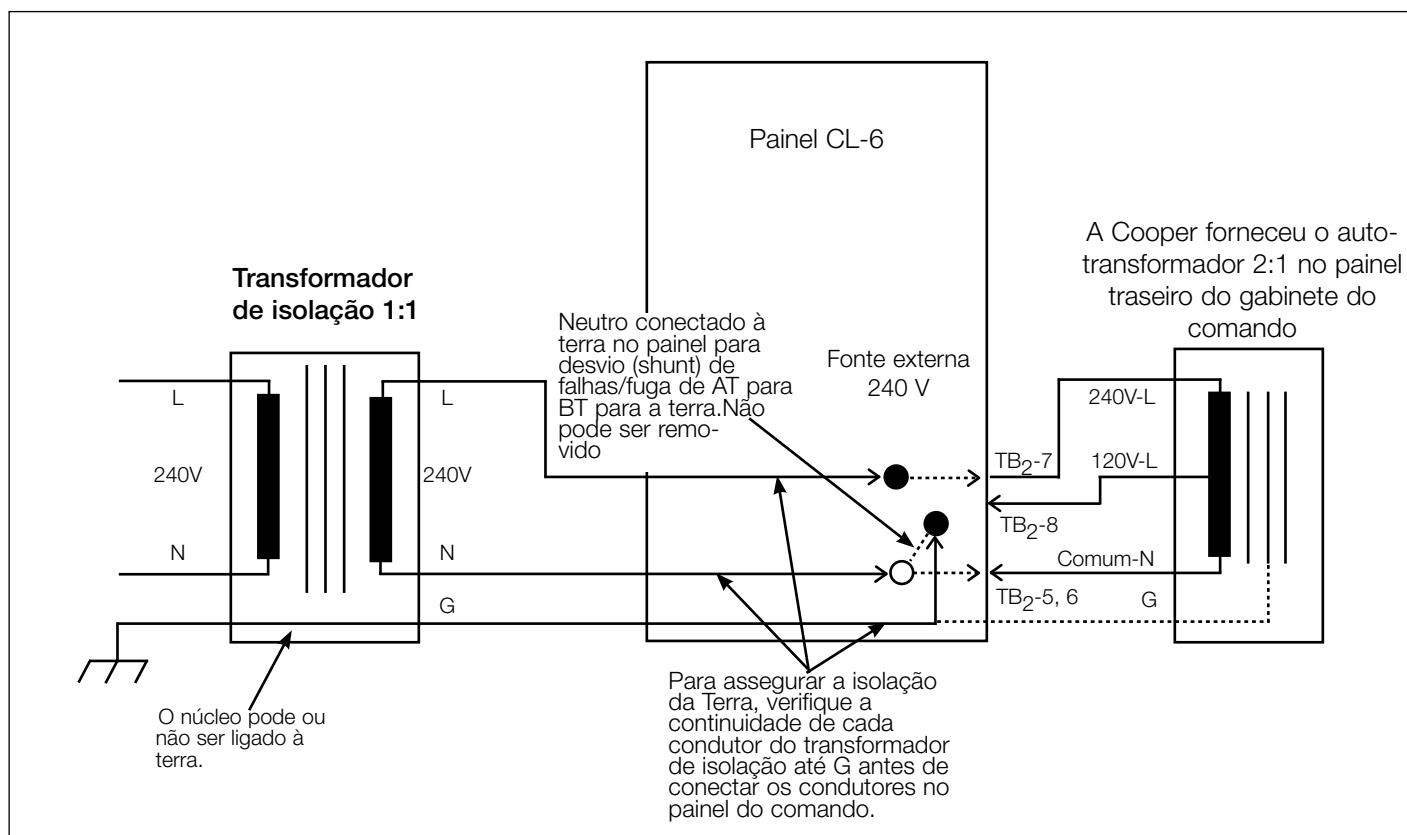

Figura 1-4.
A fonte externa de 240 Vca deverá estar totalmente isolada. Na maioria dos casos, existe a necessidade de um transformador de isolamento. Ele deverá isolar neutro e linha no lado secundário. Além disso, neutro e terra no lado secundário não deverão ser bondeados ou conectados. Para verificar a isolamento a partir da terra, verifique a continuidade de cada condutor no transformador de isolamento em relação à terra (G). Verifique isso antes de conectar os condutores no painel do comando. Veja a Figura 1-4.